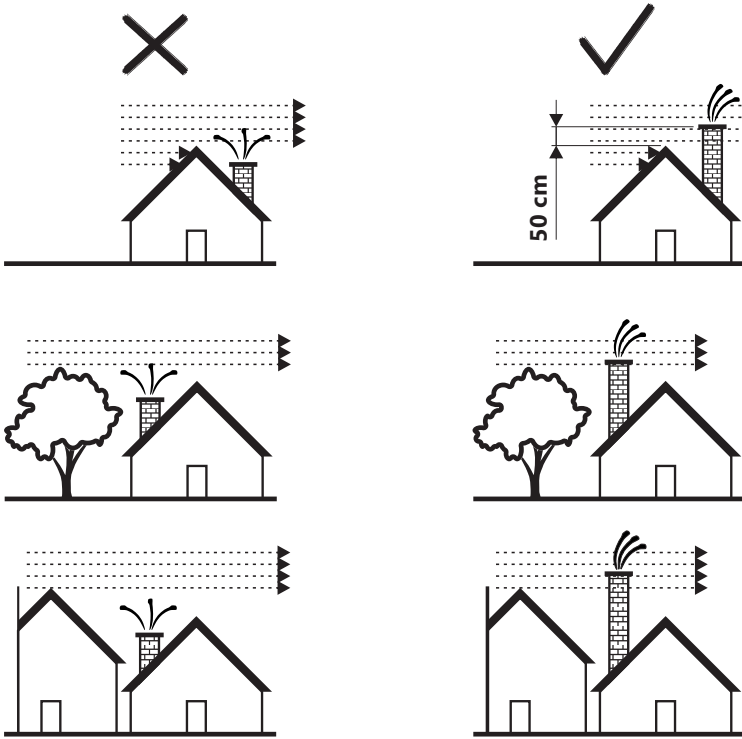

Abbildung 2a
- Der Schornstein muss höher als das Dach sein, mindestens 0.5m und die Objekte/Hindernisse, die in seiner Nähe sind, überhöhen (nachbarliches Haus, Baum...) (Abbildung 2a).